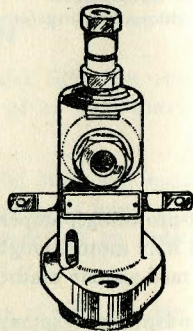

Fig. 9. Type BPF1A../03
- 2) BPF1A../03 Vandret flange med længdeaksen vinkelret på reguleringsstangen (fig. 9).
- 2) BPF1B ... /03 og BPF1Z ... /03 Flange som på BPF1A ... /03 (fig. 9).